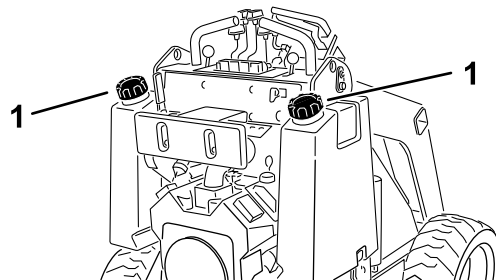

Рисунок 7
3. Очистите область вокруг крышки топливного бака и снимите крышку (**Рисунок 7**).